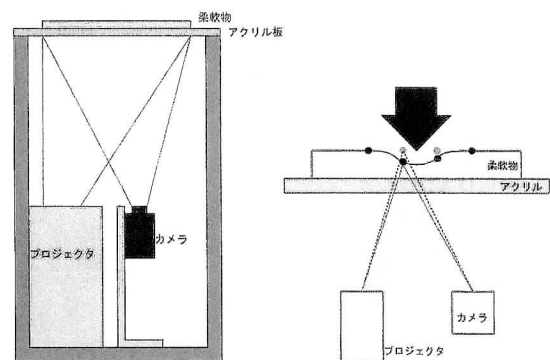

Fig. 2 触覚センサの原理と実験装置
基礎実験の試作した装置を Fig. 2 に示した。プロジェクタは東芝社製の TDP-FF1A (J) を、カメラは PGR 社製の flea を使用する。その分解能は、プロジェクタが 800×600、カメラは 1024×768 である。レンズの焦点距離は、プロジェクタが 20.3mm、カメラが 1.4mm である。また、Kamin-FA1 への実装を考えプロジェクタとカメラから投影面までの距離は 15cm 程度とした。